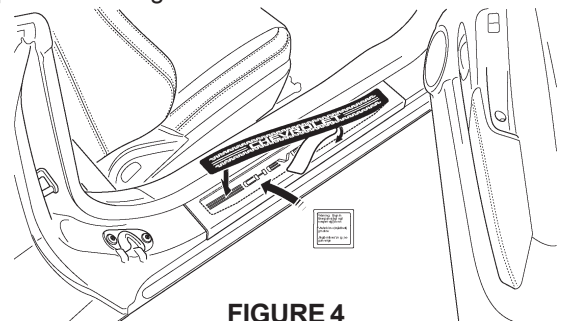

FIGURE 4
4. Centrer la décalcomanie de bas de porte dans la partie encastrée et frotter à l'aide d'un chiffon propre. Se reporter à la Figure 4.